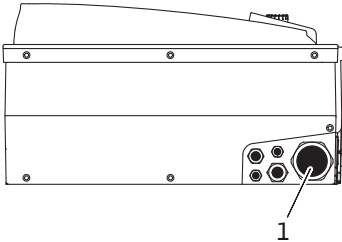

Fig. 17 : Passe-câbles à vis M25/M40
- Le câble d'alimentation électrique doit être inséré dans le passe-câbles à vis M25/M40 (fig. 17, pos. 1).